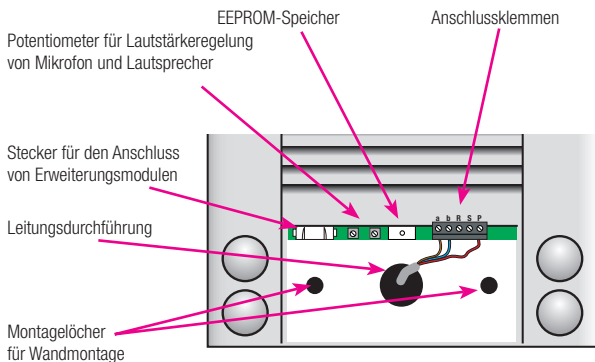

Abb. 2: Anschlussklemmen und Montagelöcher sichtbar machen
3. Das Namensschild nach unten schieben, bis die Anschlussklemmen sichtbar sind (Abb. 2).
Für eine Erweiterung der Audio-Außensprechstelle um weitere Klingeltaster schließen Sie an dieses ein bzw. mehrere Erweiterungsmodul(e) an. Niko empfiehlt Erweiterungsmodule, die gleich groß wie die Audio-Außensprechstelle sind (siehe Kapitel 6). Schließen Sie die Erweiterungsmodule über das entsprechende Verbindungskabel am dafür vorgesehenen Audio-Außensprechstellenstecker (Abb. 2 und 3) an.